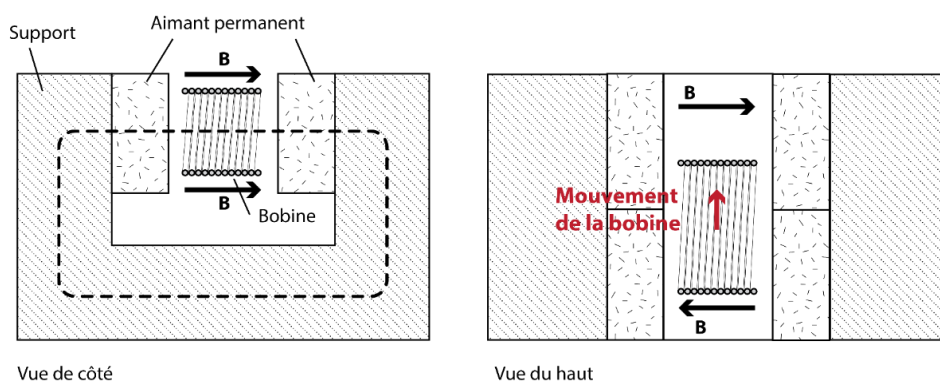

Figure 3 : Principe de fonctionnement du dispositif de récupération d'énergie
La bobine plongée dans le champ magnétique permet donc de convertir de l'énergie mécanique en énergie électrique. L'effet est double : (1) une énergie électrique est générée et utilisée dans le circuit résistif, et (2) la poutre cantilever est amortie. Bien qu'il existe diverses configurations pour transformer le mouvement de la bobine en énergie électrique, le dispositif conçu dans ce projet devra se baser sur le principe de la Figure 3, dans lequel la bobine, au repos, est centrée par rapport à deux zones distinctes dans lesquelles le champ magnétique est de même amplitude mais de sens opposé.
- La bobine permettant de récupérer l'énergie, ainsi que le dispositif permettant de produire le champ magnétique devront être conçus dans le but de maximiser la puissance utile lorsque la bobine est reliée à une charge résistive. Les aimants à utiliser pour ce dispositif (Figure 3), seront fournis.